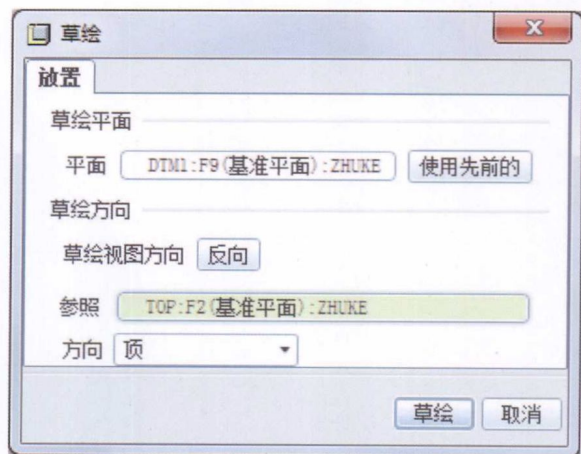
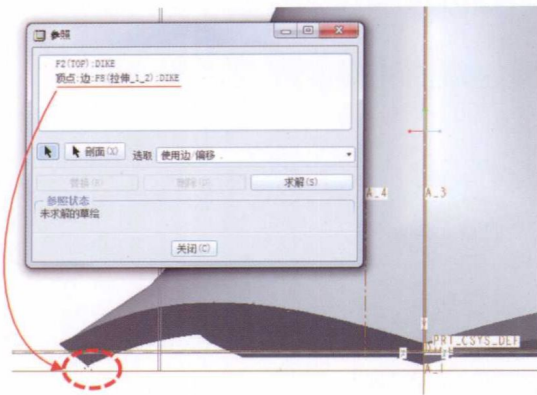

图1-32
图1-33
(22) 在特征工具栏选择旋转特征工具，将“DTM1: F9”基准平面作为草绘平面，方向设为“顶”（图1-32）。草绘的参照设置为左侧底端的顶点，这个顶点将成为几何中心线穿过的点（图1-33）。